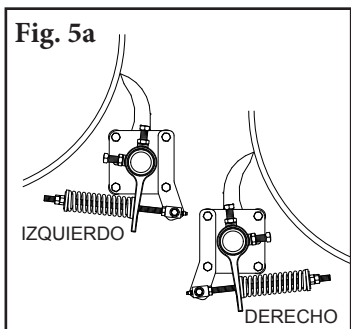
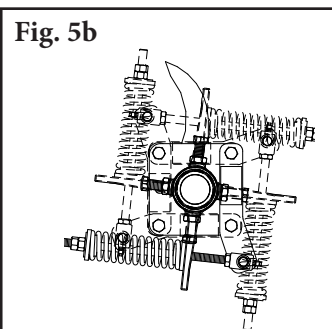
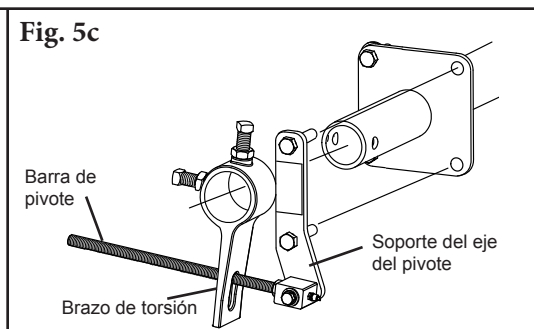

Fig. 5a
Fig. 5b
Fig. 5c
6. **Instale el tensor.** Determine el lado y la posición deseados (Fig. 5a) (el tensor se puede instalar en cualquier posición de 360° alrededor del eje como se muestra en la Fig. 5b) y quite los dos tornillos de la placa de montaje que son necesarios para instalar el soporte del eje del pivote. Con la barra de pivote insertada a través del orificio con ranuras en el brazo de torsión, deslice juntos los dos componentes en el eje. Con los tornillos largos que se incluyen, ajuste el soporte del eje del pivote en la placa de montaje y apriete (Fig. 5c).